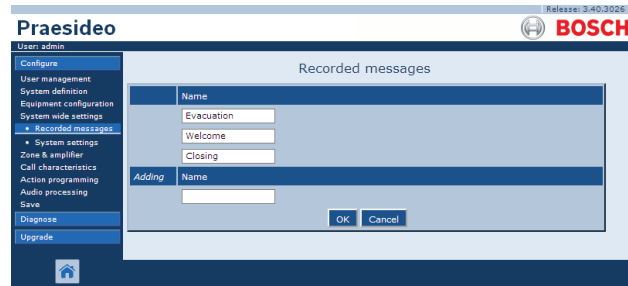

Abbildung 44.3: Anmelden von Durchsagen, Schritt 2
- 2 Klicken Sie auf die Schaltfläche *Add*, um eine aufgezeichnete Durchsage hinzuzufügen. Im Main Frame der webbasierten Benutzeroberfläche wird ein Bildschirm angezeigt, der dem in Abbildung 44.3 gleicht.